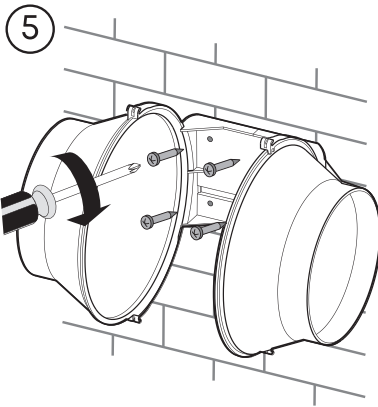

Рис. 9.
5. Просверлить отверстия, зафиксировать базу вентилятора на монтажной поверхности с помощью винтов (Рис. 9).